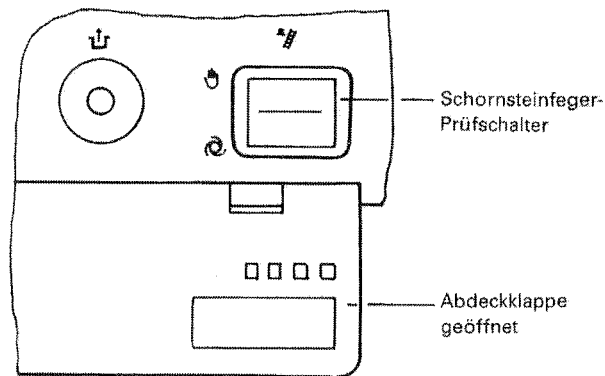

Abb. 5.4
1. Abdeckklappe öffnen (Abb. 5.4).